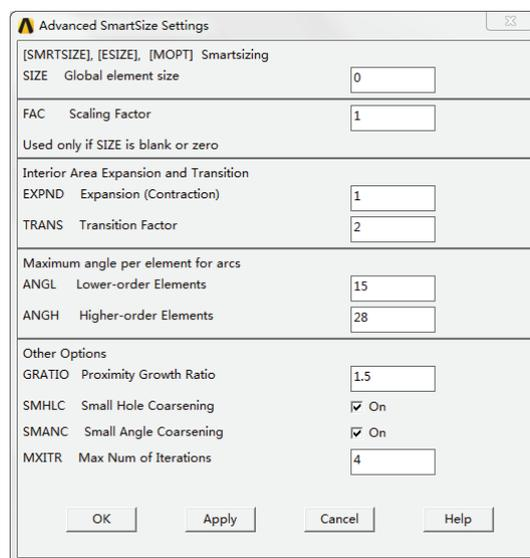

图 5-28 高级智能尺寸控制对话框
2) 【Adv Opts】：高级智能尺寸控制，选择该菜单，弹出如图 5-28 所示的高级智能尺寸控制对话框，其各选项设置如下。